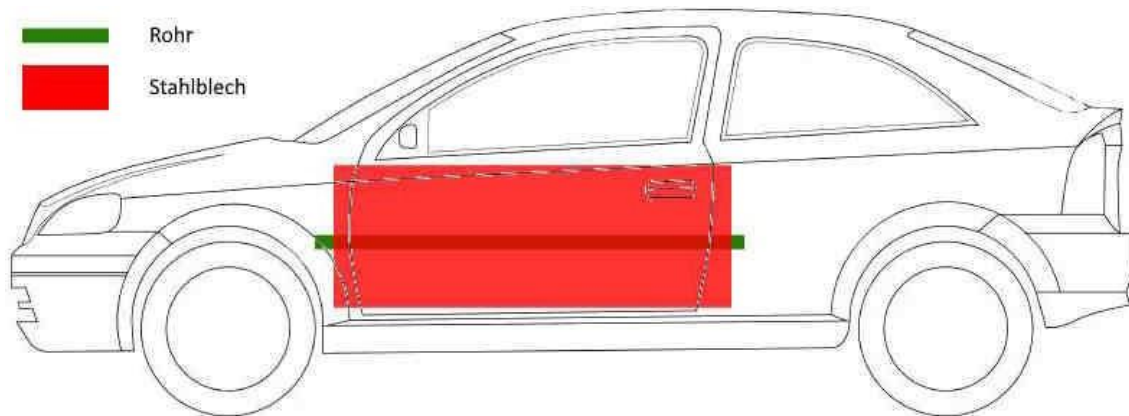
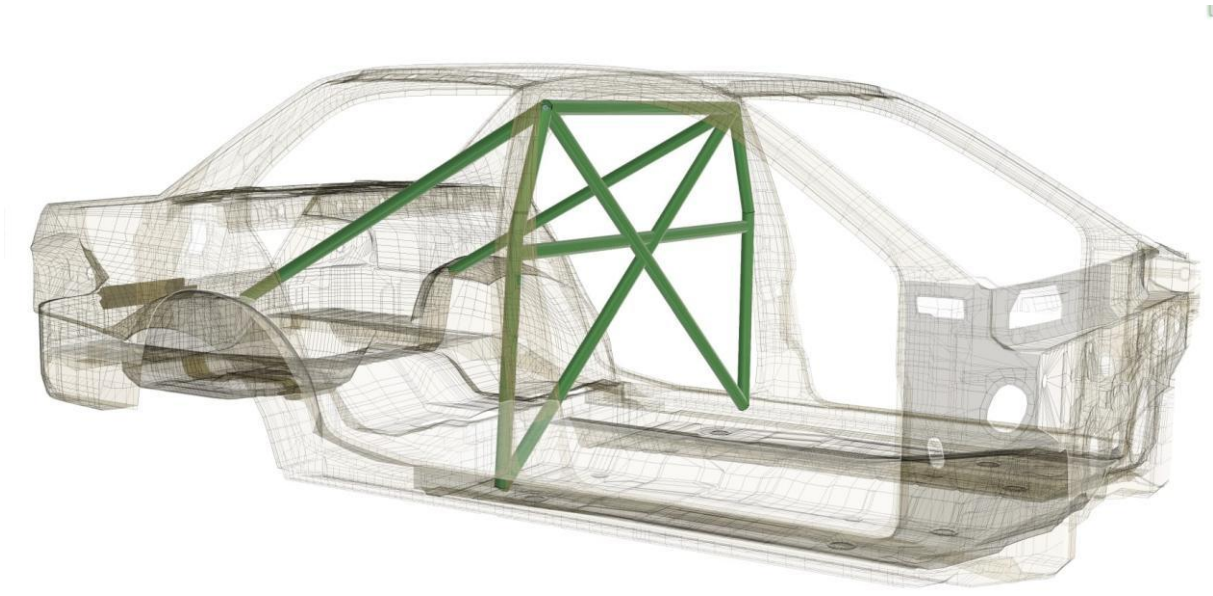

Abbildung 3: Flankenschutz
Abbildung 6: X-Bügel mit Querstange Taxi, Quelle: Technisches Reglement Fun Cross Team Ummendorf e.V.
Der Flankenschutz ist gemäß Abbildung 3 umzusetzen:
1. Ein Quer-Rohr oder Überrollbügel reicht nicht aus. Es ist mindestens ein Überrollbügel mit X- Diagonal-Rohre und einem Quer-Rohr gemäß Abbildung 6 oder einem Überrollkäfig gemäß Abbildung 3 vorgeschrieben. Die Materialstärken sind aus den Kapiteln Überrollbügel/Überrollkäfig zu entnehmen.